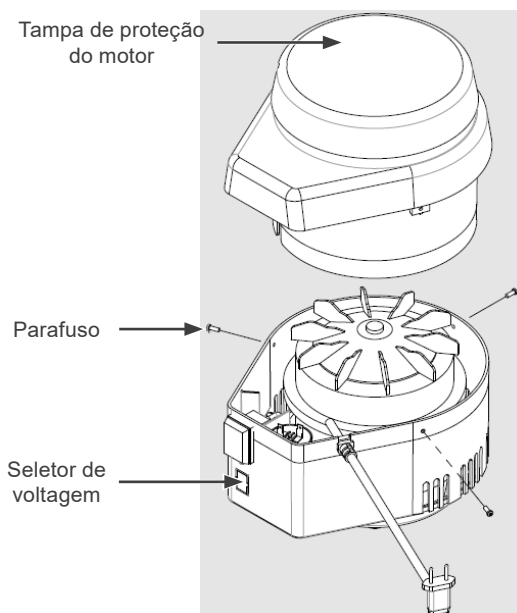
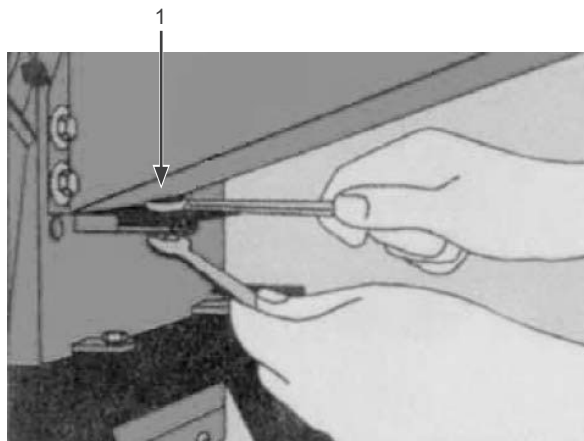

Figura 7.2: seletor de tensão e fusível
Figura 8.1: Regulagem contra faca
Se necessário, ajuste a tensão do motor conforme a tensão da rede elétrica disponível em sua localidade, ajustando o seletor conforme Figura 7.2 na página 7-9.
A regulagem é feita soltando-se a porca sextavada (1) conforme a Figura 7.2 na página 7-9 e deslocando-se a contra faca até que as facas passem a uma distância de aproximadamente 1,5 mm da contra faca conforme Figura 8.1 na página 8-1.